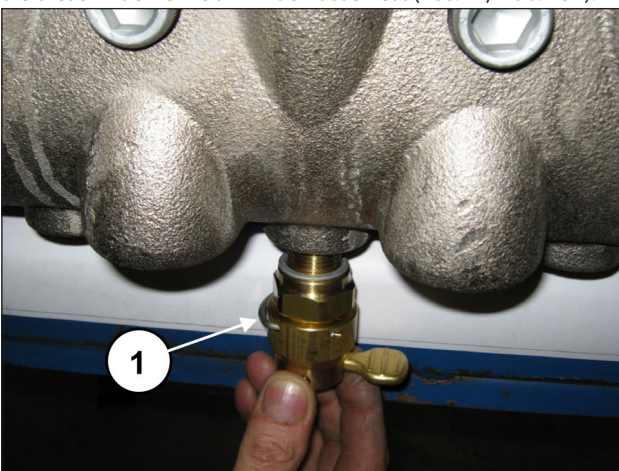
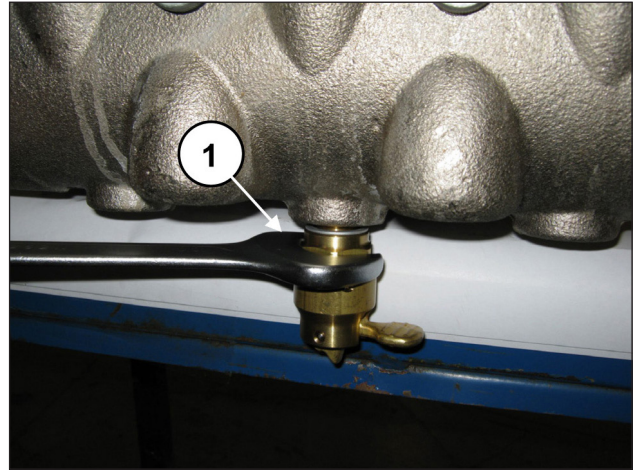

Abb. 131
Abb. 132
Eichen Sie die Schrauben M16x55 des Deckels mit einem Drehmomentschlüssel, wie in Kapitel 3 gezeigt. Bringen Sie die Ventilöffner an (Pos. ①, Abb. 131) und drehen Sie diese mit einem 30 mm Schlüssel fest (Pos. ①, Abb. 132).